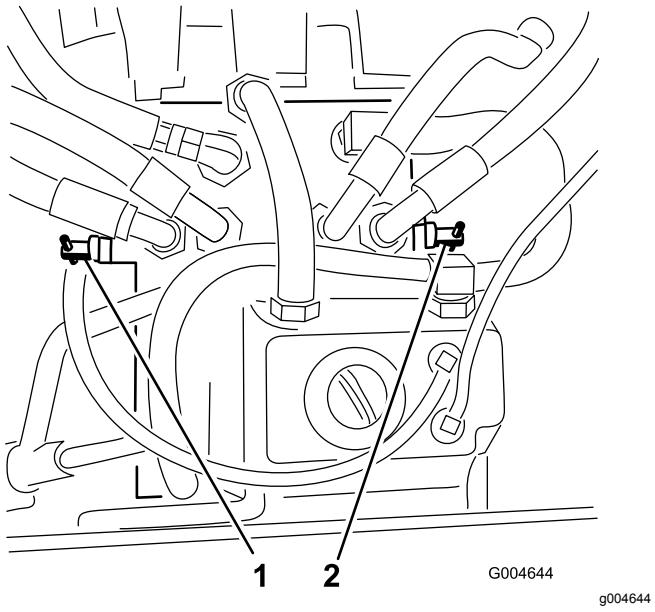

Figura 26
- Localize as válvulas de derivação (Figura 26) e rode cada válvula no sentido contrário aos ponteiros do relógio uma volta.
- 4. Feche as válvulas rodando cada uma uma volta no sentido dos ponteiros do relógio (Figura 26).